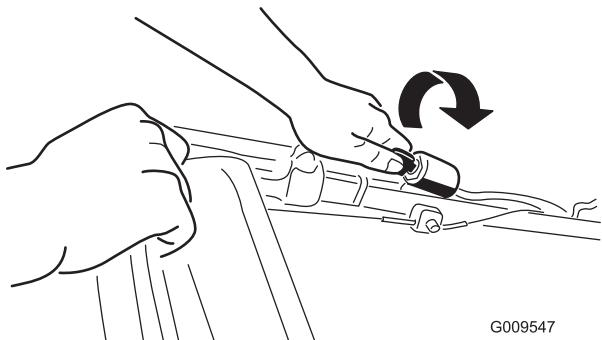

Bild 12
2. Drehen Sie den Zündschlüssel (Bild 12) (nur Modelle mit Elektrostart) oder ziehen Sie am Rücklaufstarterbügel (Bild 13).